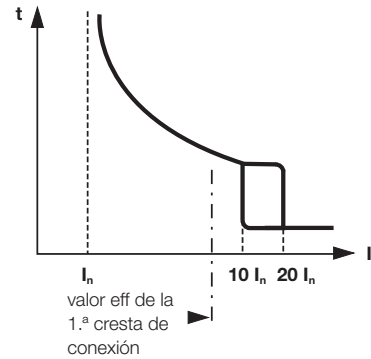

Fig. J18-003: curva de desconexión de un interruptor automático multi 9, tipo D, normalizado por M.G. de 10 a 14 I_n .
- Interruptores automáticos con la característica a tiempo corto elevada; Compact o multi 9 curva D (Fig. J18-003).